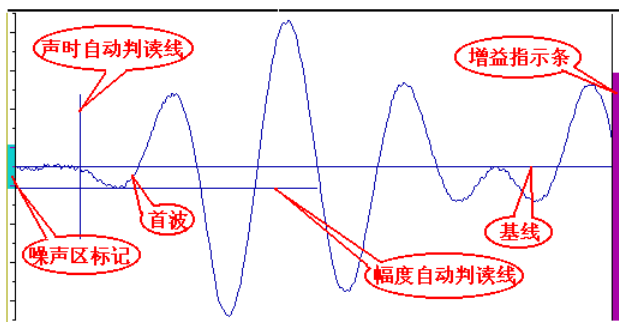

图 3.4 波形区示意图
波形区用于显示当前测点的波形及声参量等参数，如图 3.4 所示。波形右侧的竖向进度条表示增益的大小，增加增益时，此进度条向上增长，减小增益时，进度条向下减低。
- 6) **阈值**: 指自动首波判定条件之一, 只有波形超过阈值线才有可能被认定为首波; 图 3.4 中基线上、下的两条虚线即为阈值线。
- 1) **快速采样状态**：简称快采，指系统在动态采样时不对波形的幅度和延时进行调整的状态。此时图 3.4 中的增益指示条变红。
- 2) **自动调整采样状态**：指系统在动态采样开始时，自动调整首波位置到波形区左边，并在整个动态采样过程中自动将首波的幅度调整到合适位置。此时图 3.4 中的增益指示条变绿。